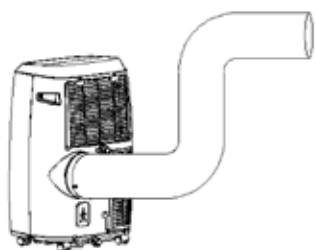

Fig. 6
- 3) Som vist i fig. 6, skal afløbsrøret tilsluttes omhyggeligt (kun ved brug af varmemodel).